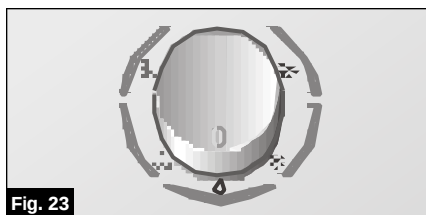

Fig. 23
- Seleccionar la función de deshumidificación , en el mando selector de funciones, Fig. 23.